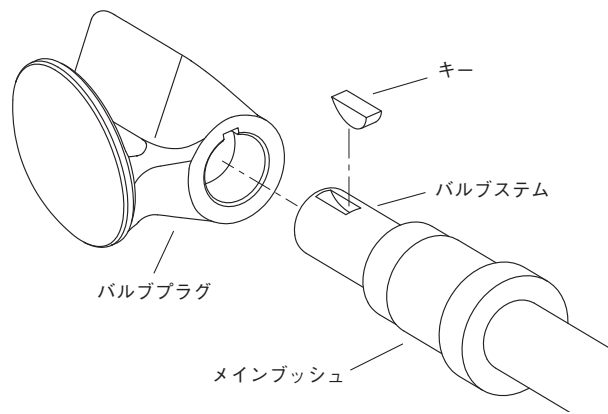

図3-5 プラグとステム
- 【2】 メインブッシュにバルブステムを通し、バルブステムのキー溝にキーを取り付けます。(図3-5参照)
- 【3】 バルブステムを本体に通し、バルブプラグのキー溝にキーを通します。(図3-5 参照)